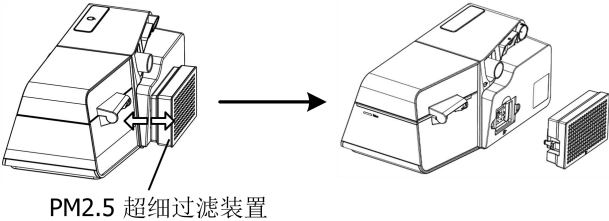

图 8-5
- (1) 打开空气滤芯后盖，将空气滤芯拆下来。
- (2) 将新的空气滤芯放入过滤器中，再将空气滤芯后盖盖好。
- (3) 如图 8-5 所示，将 PM2.5 超细过滤装置从呼吸机上拆卸下来并进行更换：